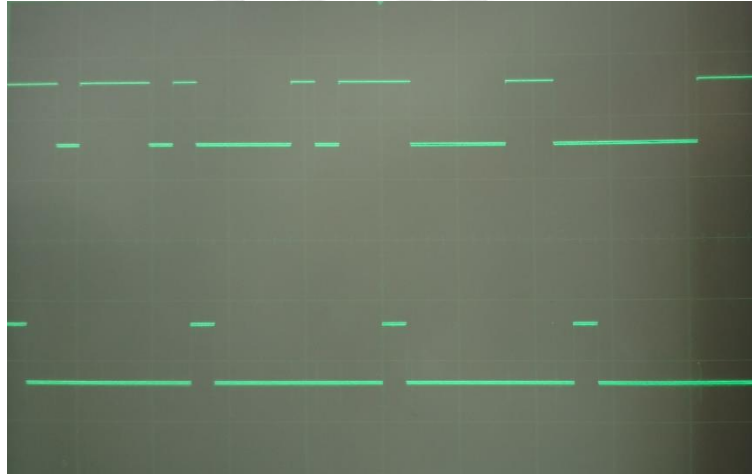

Figura 4.2 Comparación entre TP43 y TP41.
6. Desplazar el canal del osciloscopio de la entrada del CODEC (TP40) a la salida del CODEC (TP43) y analizar la señal PCM de salida (Figura 4.2).